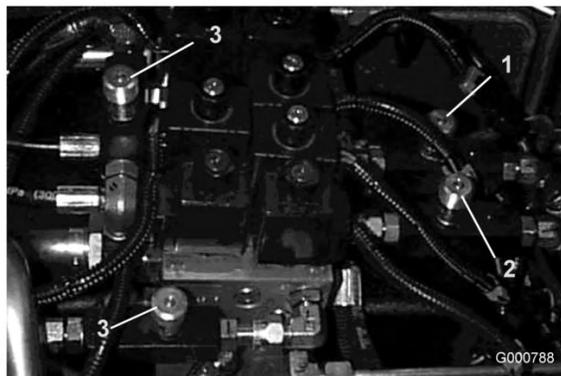

Figura 74
1. Accedete alle valvole situate sotto il sedile, per regolare gli elementi di taglio anteriori (Figura 74).
- Accedete alle valvole situate sotto il sedile, per regolare gli elementi di taglio laterali (Figura 74).